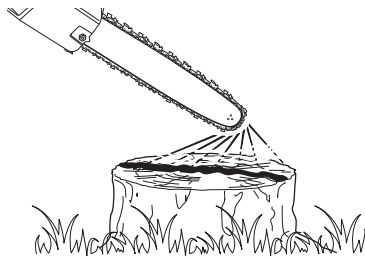

Fig. 14
2. Certifique-se de que a lâmina (4) e a corrente (3) estão colocadas quando verificar a distribuição de óleo.
3. Ligue o produto (consulte a seção "interruptor para ligar/desligar" abaixo); continue a premir o interruptor para ligar/desligar (17) e verifique se o óleo para correntes é fornecido como indicado na figura (Fig. 14).